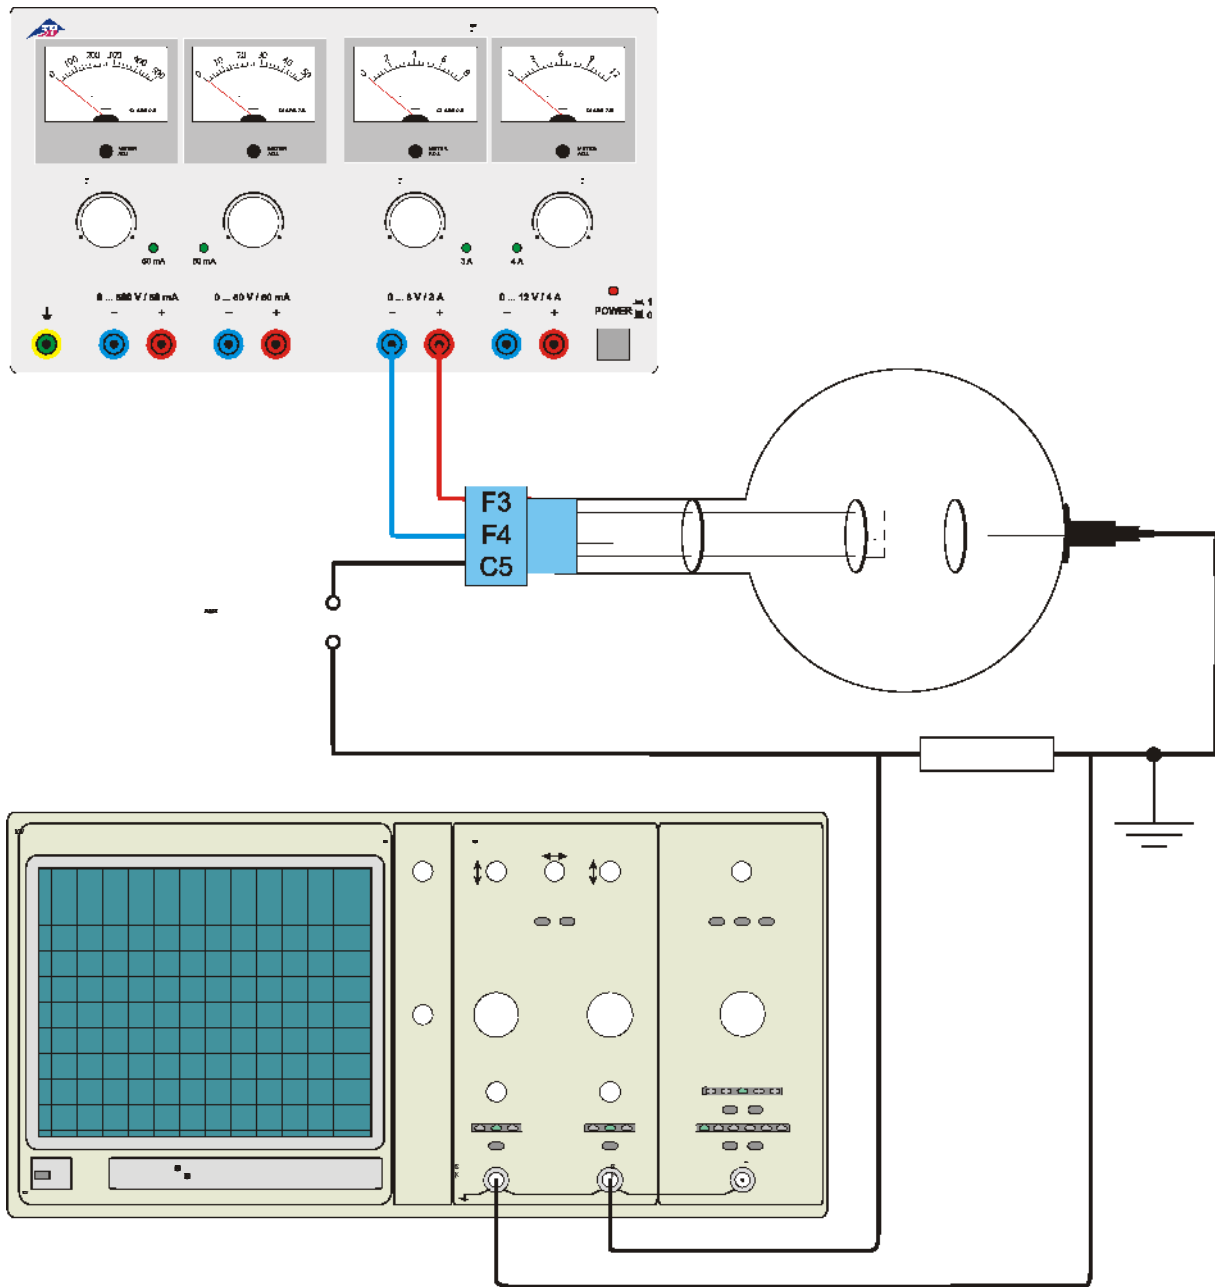

Fig. 3 Die Diode als Gleichrichter
- Aufbau gemäß Fig. 3 mit $U_F = 6,3 \text{ V}$ und $U_A = 16 \text{ V AC}$.